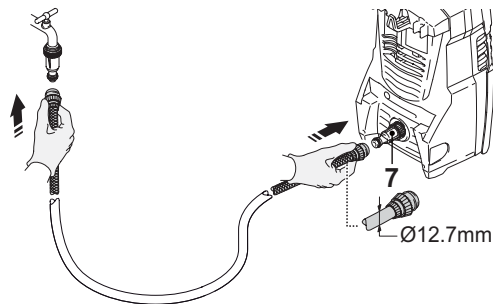

Fig. 12
Reliez le connecteur de tuyau (7) de l'appareil à l'arrivée d'eau à l'aide d'un tuyau d'arrosage adéquat (Fig. 12).